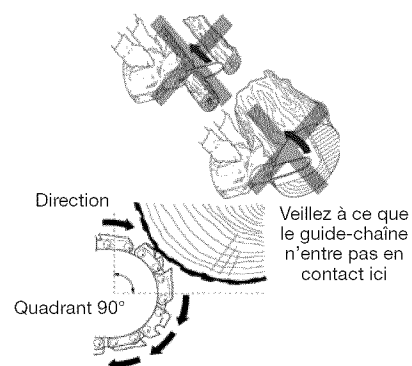

Figure 1 – Exemple de risque de rebond : Veillez à ce que le nez du guide-chaîne ne heurte aucun objet lorsque la chaîne est en mouvement
- Veillez à ce que le nez du guide-chaîne n'heurte aucun objet lorsque la chaîne est en mouvement (voir figure 1).